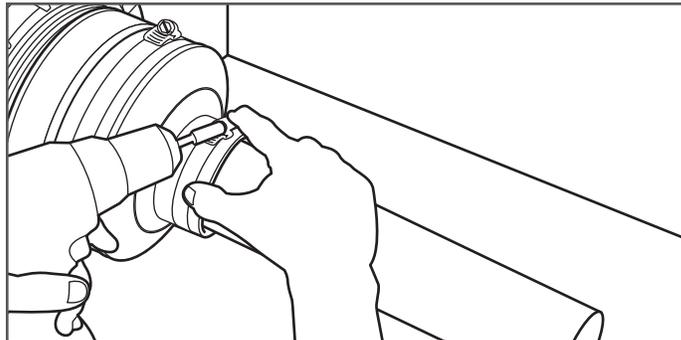

Figure 22-12
10. Serrez les colliers de serrage avec le tourne-écrou/perceuse 8 mm (5/16 po) (Figure 22-12).